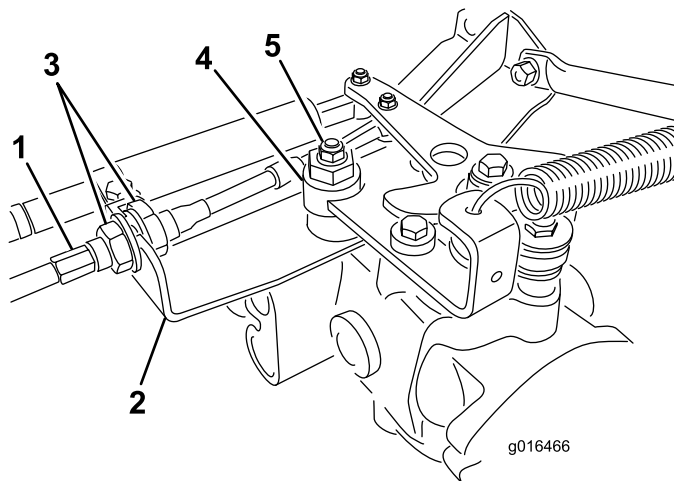

Figure 46
- A. Desserrez les deux écrous de blocage qui fixent le câble de commande de transmission à la traversée sur l'hydrostat (Figure 46). Desserrez les écrous de blocage uniformément et suffisamment pour permettre le réglage.
Remarque: Desserrez l'écrou de fixation de l'excentrique en haut de l'hydrostat (Figure 46).
- E. Lorsque la roue arrête de tourner, serrez l'écrou pour bloquer l'excentrique et le réglage (Figure 46).
- G. De chaque côté de la traversée, serrez les contre-écrous uniformément pour fixer le câble de transmission à la traversée (Figure 46). Ne tordez pas le câble.